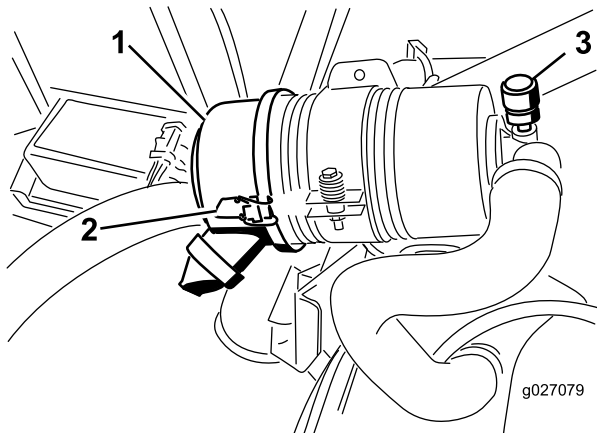

Figure 51
Faites l'entretien du filtre à air uniquement quand l'indicateur de colmatage (Figure 51) indique que cela est nécessaire. Changer le filtre à air prématurément ne fait qu'accroître le risque de contamination du moteur par des impuretés quand le filtre est déposé.
1. Desserrez les fixations qui maintiennent le couvercle sur le boîtier du filtre à air (Figure 51).